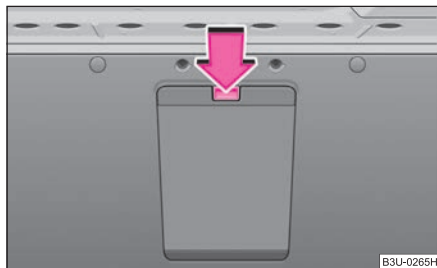

Abb. 72 Gepäckraum:
- Drücken Sie im Gepäckraum die Entriegelungstaste für den Deckel des Durchladesacks → Abb. 72 und schwenken Sie ihn nach unten.